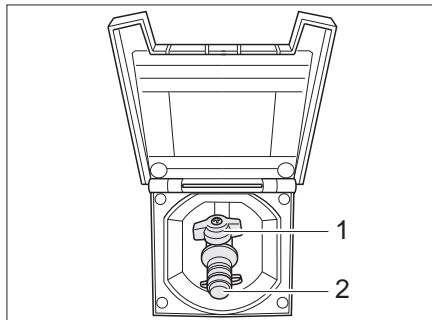

Bild 174 Externer Gasanschluss, Gasabsperrentil geschlossen
Der externe Gasanschluss (Bild 174) befindet sich auf der rechten Fahrzeugseite. In Ausnahmefällen befindet sich der externe Gasanschluss auch auf der linken Fahrzeugseite oder im Heck.
- Externes Gasgerät an der Anschluss-Stelle (Bild 174,2) anschließen.
- Das Gasabsperrentil (Bild 174,1) öffnen.